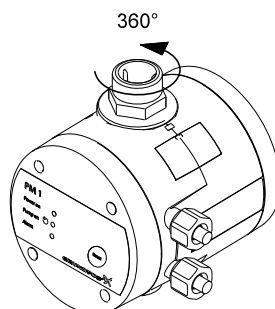

Fig. 1 Collegamento di uscita a rotazione
Il collegamento di uscita dell'unità può essere ruotato di 360°. Vedere la fig. 1.
2. Eseguire il collegamento elettrico come mostrato nella fig. 1 o 2, a pagina 151, a seconda del tipo di motore.